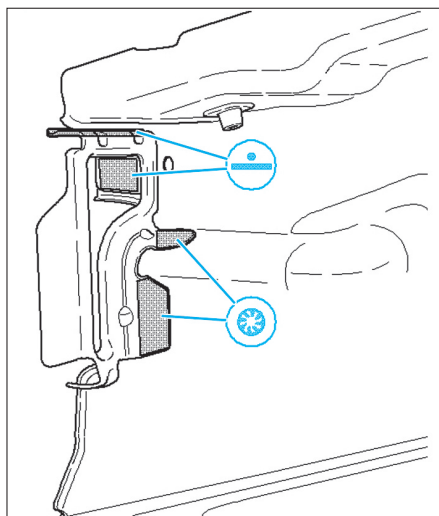

FIG. 8
- Souder le renfort comme illustré (Fig.8).